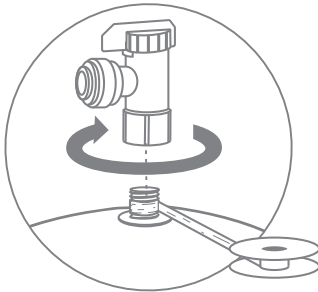

Рис. 15
1. Намотайте 2...3 слоя фум-ленты на резьбовой штуцер. Накрутите вентиль на резьбовой штуцер, протяните его соединение (рис. 15). Запрещается применять в качестве уплотнительного материала сантехнический лен.